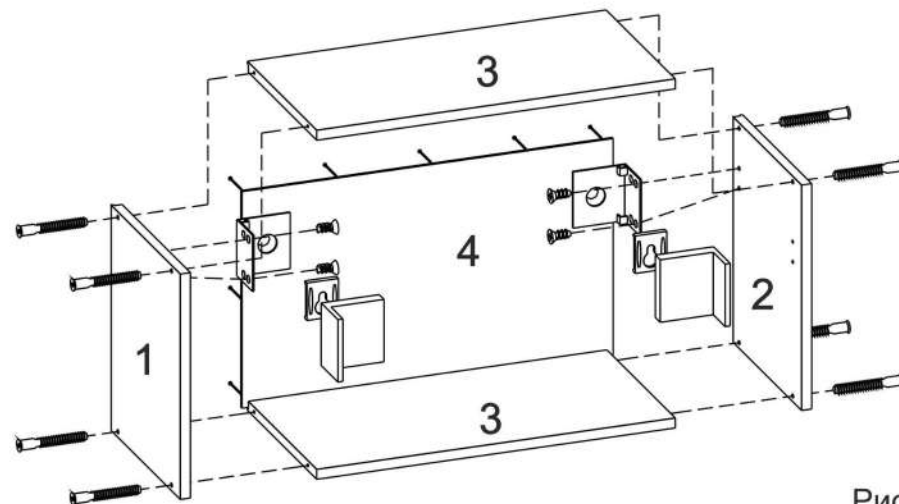

Рис. 1
- 1 Сборку шкафа удобно производить в горизонтальном положении (опрокинутом на задние кромки стенок 1). Закрепите уголок для крепления шкафов к стене 18 при помощи шурупов 16 к стенкам 1 (Рис.1).
- 2 Соедините стенки 1,2 со стенками 3 при помощи конфирматов 13 (Рис.1).